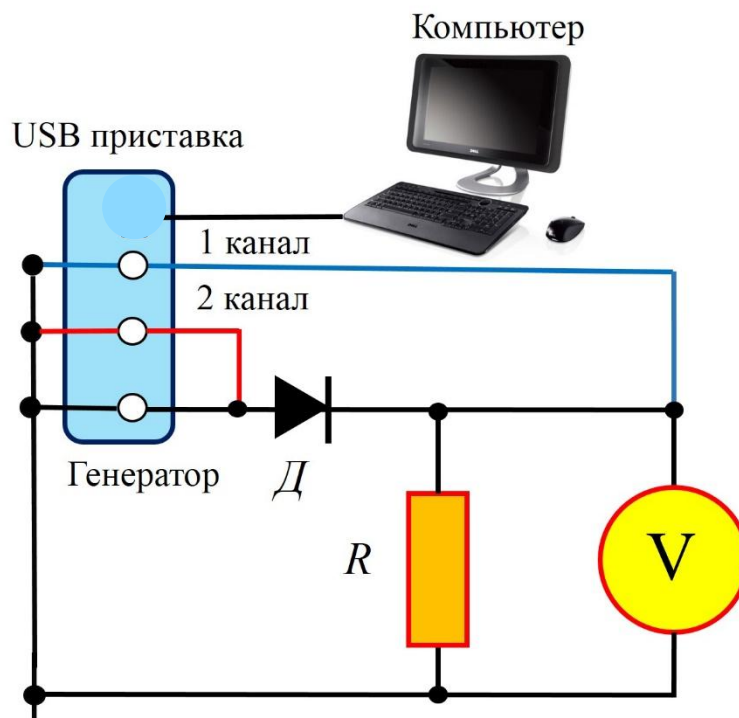

Рис. 4.20. Электрическая схема для измерения прохождения сигналов через диод, V-мультиметр M9803R.
1. На монтажной плате собрать схему согласно рис. 4.20.